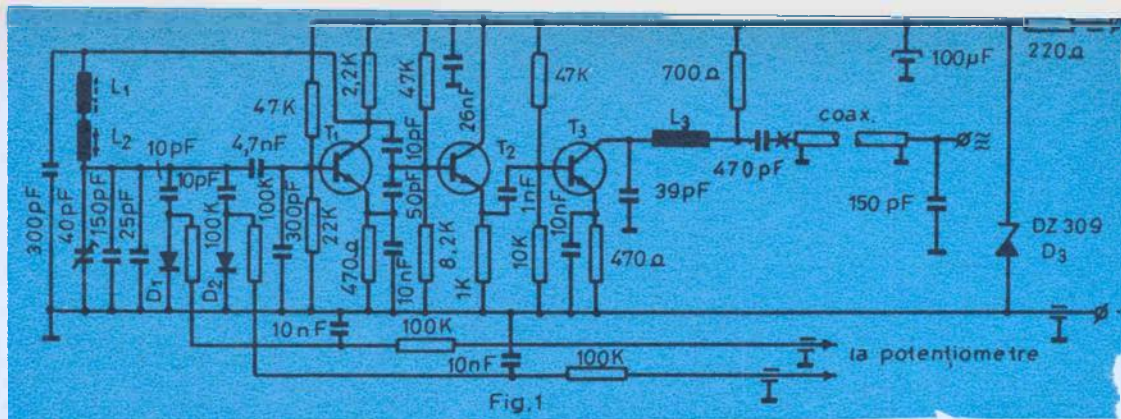

Fig. 1
Cea mai simplă metodă de determinare a conturului nervurii este metoda grafică. Urmărind fig. 1 se poate vedea modul de lucru. Într-un sistem de axe se trasează profilul aerodinamic al aripii. Apoi din coordonatele inițiale pe OX se duc drepte paralele cu OY pînă la intersecția acestora cu OY'. OX' face parte din alt sistem de axe și este paralel cu OX. Se așează față de primul sistem două unghiuri egale cu unghiul format de vîrful montat pe aripă și direcția înaintare a modelului. Punctele de intersecție sînt noile coordonate de gîme înscrise pe O'X'. Pentru a determina forma nervurii înscrîm pe O'Y' aceste coordonate ca și pe OX. Prin urmare din fig. 1 este NACA 0015.
Partea electronică (fig. 1) nu necesită explicații suplimentare fiind un oscilator de tip Vackar-Tesla, cunoscut pentru buna sa stabilitate de frecvență, urmat de un etaj separator și de un etaj amplificator echipate cu tranzistori de tipul BF215. Circuitul acordat de ieșire se abate puțin de la cuplajul clasic și este utilizat pentru adaptarea optimă cu etajul următor (mixer), de obicei un tub, cit și pentru atenuarea armonicilor oscilatorului, care pot fi jenante în banda de 21 MHz (utilizat în receptor sau transceiver).
a) Se realizează o antenă fictivă (fig. 1) sub forma unui circuit serie, care cu ajutorul condensatorului variabil C_v să poată fi acordat în gama de lucru a emițătorului; rezistența R este neinductivă și va fi de 36 ohmi (pentru cazul că emițătorul va lucra cu o antenă în $\lambda/4$) sau 72 ohmi (pentru cazul antenei în $\lambda/2$) etc. Piesele folosite în acest montaj trebuie să fie de bună calitate (pentru a avea pierderi cât mai mici posibil), iar rezistența R să poată suporta o putere de circa două ori mai mare decît cea pe care estimăm că o va avea emițătorul. Pentru măsurarea puterii în antenă, intercalînd miliampermetrul termic mAt între borna de antenă a emițătorului și sarcina artificială, citim valoarea indicată de acesta și avem $P_{ant} = R I_{ant}^2$
D. — Determinarea gradului de modulație. Pentru emisiunile A3 (radiotelefonie cu dublă bandă laterală) e bine să cunoaștem gradul de modulație «m» definit ca raportul între amplitudinea anvelopei unei modulate și amplitudinea unei în regim de tăcere (doar a purtătoarei). Cunoașterea acestui parametru pentru cazul unui semnal de intensitate medie, va permite să apreciem eficacitatea radiotelegăturii, precum și corectitudinea funcționării etajului modulator. O metodă simplă pentru măsurarea lui «m» este aceea a măsurării curentului din antenă în regim de tăcere și apoi de modulație medie, folosind în acest scop montajul din fig. 1. În regim de tăcere (purtătoare) se măsoară valoarea curentului din antenă (purtătoare); apoi pronunțăm vocala «a» în fața microfonului (cu intensitate vocală normală) și citim din nou curentul din antenă (I modulație). Valoarea gradului «m» se poate acum calcula. Puterea medie în regim de modulație este legată de puterea în regim de purtătoare prin relația: $P_{med} = P_{purt} (1 + m^2/2)$ însă: $P_m = R I_m^2$ și $P_{purt} = R I_{purt}^2$